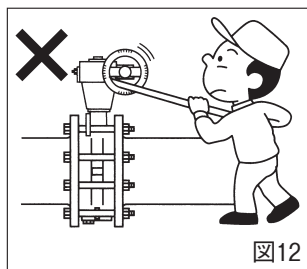

図12
X. 手動式のバルブを開閉するために二次的な道具(例:ハンドル回し等)を使用し開閉しないでください。バルブの損傷の原因となります(図12)